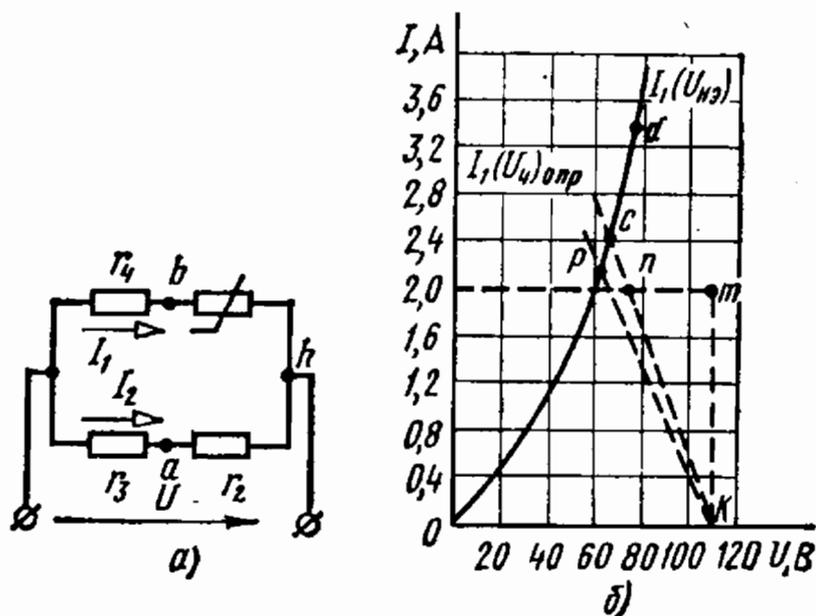

Рис. 2.18
2.18. На рис. 2.18, а приведена схема двух параллельных ветвей четырехплечного моста, в одну из ветвей которого включен нелинейный элемент с заданной на рис. 2.18, б а. в. х. $I_1(U_{н.э.})$.